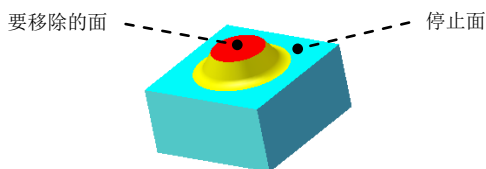

图 16.6.28 成形工具 6
Step5. 创建图 16.6.28 所示的零件特征——成形工具 6。
(1) 选择命令。选择下拉菜单 **插入(I)** → **钣金(B)** →  **成形工具** 命令。
(2) 定义成形工具属性。
① 定义停止面。激活“成形工具”对话框的 **停止面** 区域, 选取图 16.6.28 所示的模型表面为成形工具的停止面。
② 定义移除面。激活“成形工具”对话框的 **要移除的面** 区域, 选取图 16.6.28 所示的模型表面为成形工具的移除面。
(3) 单击  按钮, 完成成形工具 6 的创建。